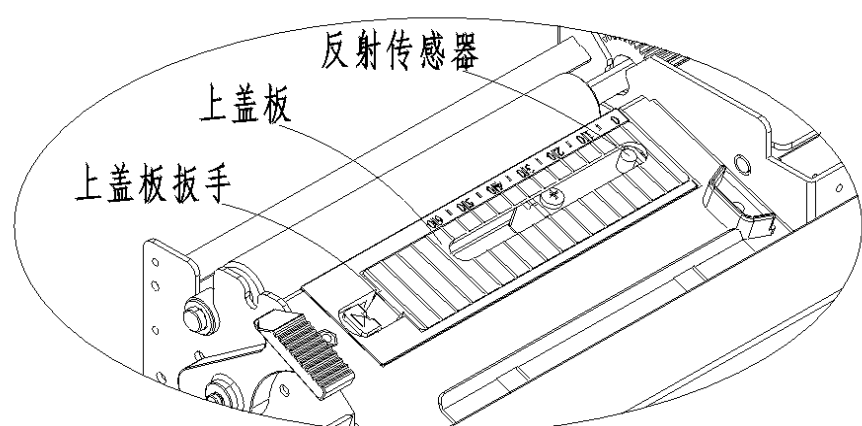
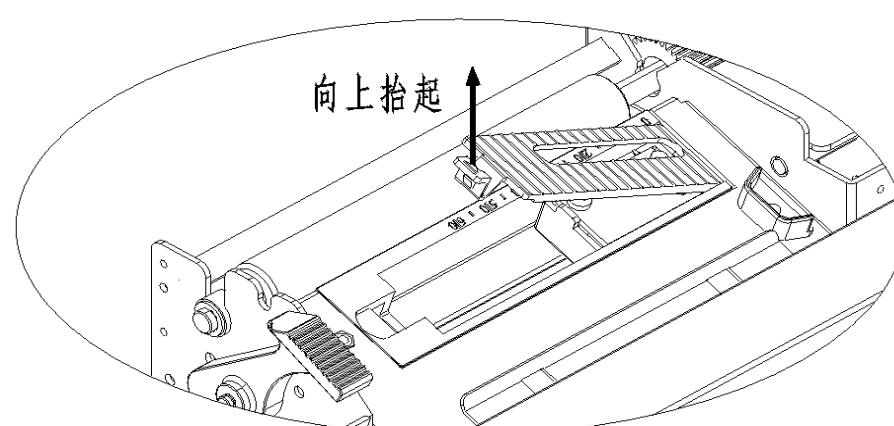

图 6.3-1
图 6.3-2
- 2) 找到上盖板扳手，扳动上盖板（见图 6.3-1），取下上盖板（见图 6.3-2）；